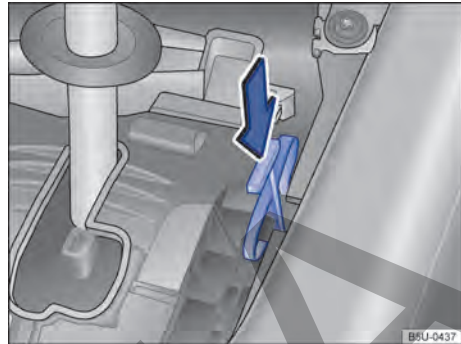

Fig. 88 Desinstalar la cubierta de la palanca selectora y desbloquear el bloqueo de la palanca selectora de emergencia.
- Presionar la palanca de desbloqueo → fig. 88 en el sentido de la flecha y mantener en esta posición.